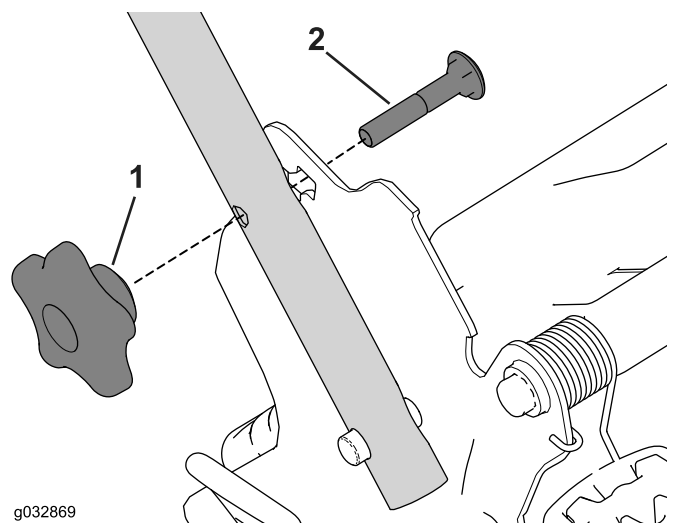

Bild 28
2. Entfernen Sie die zwei Holmhandräder und zwei Schlossschrauben von den Holmhalterungen (Bild 28).